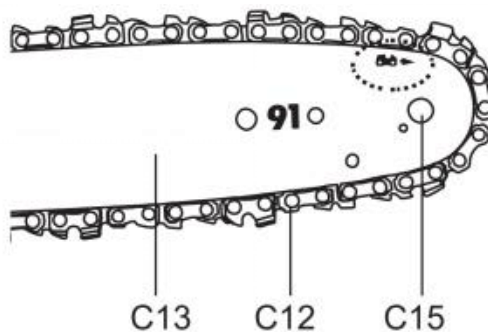

Fig. 11
7) El movimiento de la cadena de la sierra es como lo indica la flecha (Fig. 11). Asegúrese de que la cadena de la sierra (C12) esté colocada correctamente sobre la rueda dentada (C15) de la barra guía (C13). (Fig. 11)